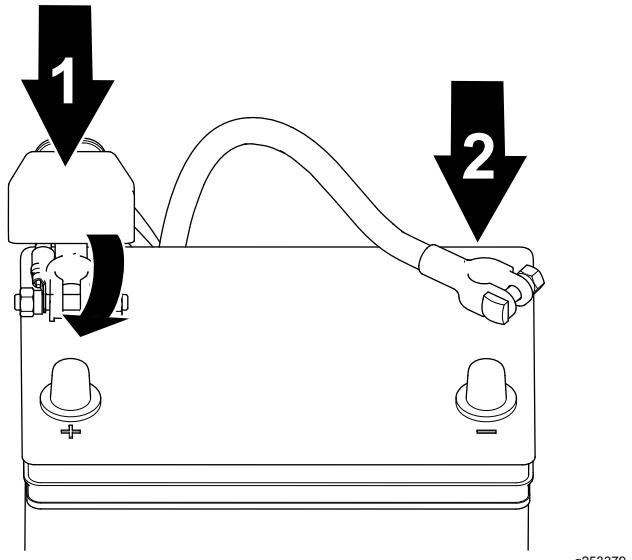

図 40
2. プラス+ケーブルをバッテリーに接続し、クランプナットで接続する 図 40。
3. マイナス-ケーブルをバッテリに接続し、クランプナットで接続する 図 40。